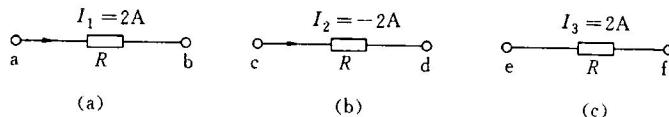

图 1-6
**例 1.1** 如图 1-6 所示,请说明电流的实际方向。
解:(1)图 1-6(a)中电流的参考方向由 a 到 b,  $I_1 = 2A > 0$ , 为正值,说明电流的实际方向和参考方向相同,即从 a 流到 b。
(2)图 1-6(b)中电流的参考方向由 c 到 d,  $I_2 = -2A < 0$ , 为负值,说明电流的实际方向与参考方向相反,即从 d 到 c。
(3)图 1-6(c)不能确定,因为没有给出电流的参考方向。